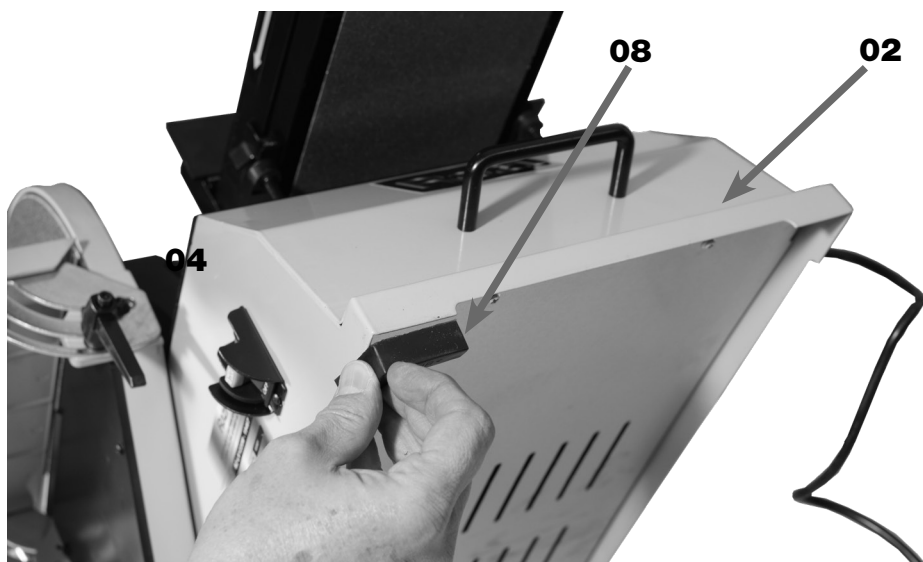

FIGURA 13 – Montagem dos Pés de Borracha
3. POSICIONAR a máquina de lado sobre uma bancada para fixar os 4 Pés de Borracha (08);
4. ENCAIXAR os Pés de Borracha da Base (08) nos 4 cantos da Base (02) (figura 13);
5. POSICIONAR a Lixadeira de Fita e Disco (01) na sua posição de trabalho, apoiada sobre a bancada pelos 4 Pés de Borracha da Base (08);
6. ENCAIXAR a Palheta de Segurança (61) na Chave LIGA/DESLIGA (23) e CONECTAR o Plugue de Alimentação (25) na Rede Elétrica.